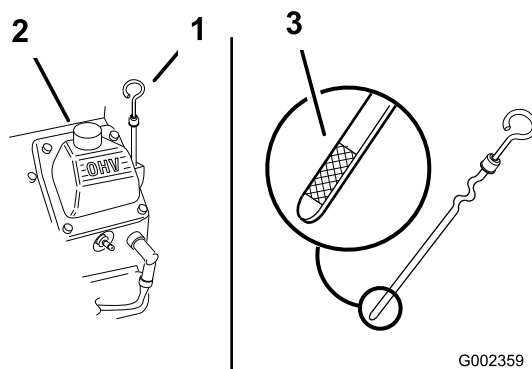

図 17
2. 給油口からごみが入ってエンジンを傷つけないように、ディップスティック (図 17) の周囲をウェスできれいに拭く。
3. ディップスティックを抜き取り、付いているオイルをウェスで拭きとってもう一度完全に差し込む (図 17)。
オイルの量がディップスティックの FULL 位置までであればよい (図 17)。
5. 不足している場合は、補給管についているキャップ (図 17) を取り、Full 位置までオイルを補給する。入れすぎないこと。